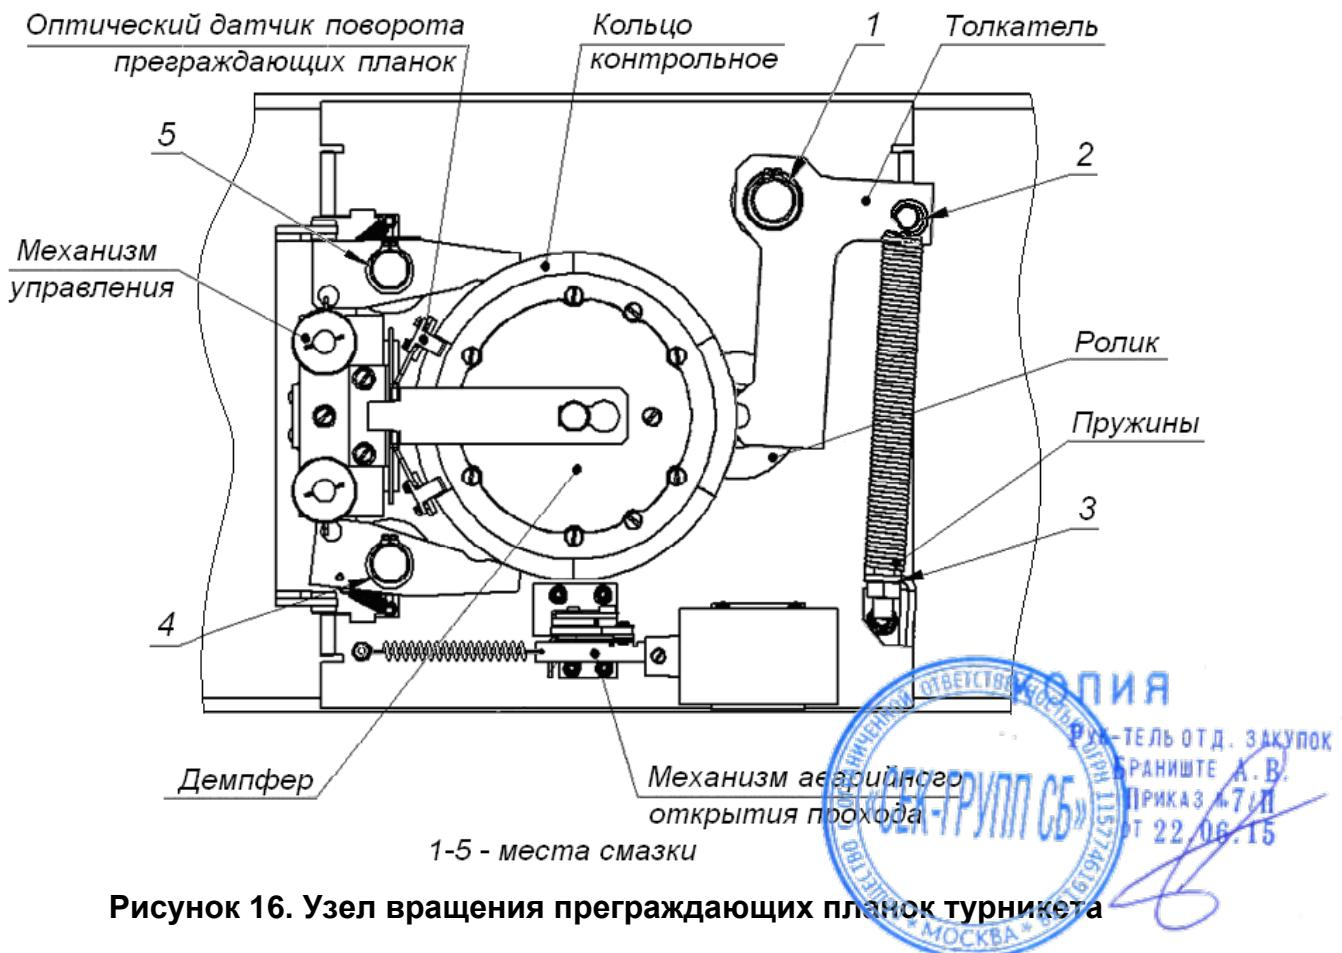

Рисунок 16. Узел вращения преграждающих планок турникета
4. Осмотрите узел вращения преграждающих планок турникета: устройствоворота (толкатель, пружины и ролик), оптические датчики поворота преграждающих планок и демпфирующее устройство (см. рис. 16).
6. Выполните смазку узлов трения механизма турникета смазкой ШРУС-4. Не допускайте попадания смазки на поверхность кольца диска контрольного и на ролик. Смазку производите в следующих точках (см. рис. 16):
9. Проверьте крепление преграждающих планок (5) в шарнирных узлах турникета и, при необходимости, подтяните крепежные винты.
12. Установите на место крышку (3) в порядке, обратном снятию и зафиксируйте ее винтом.